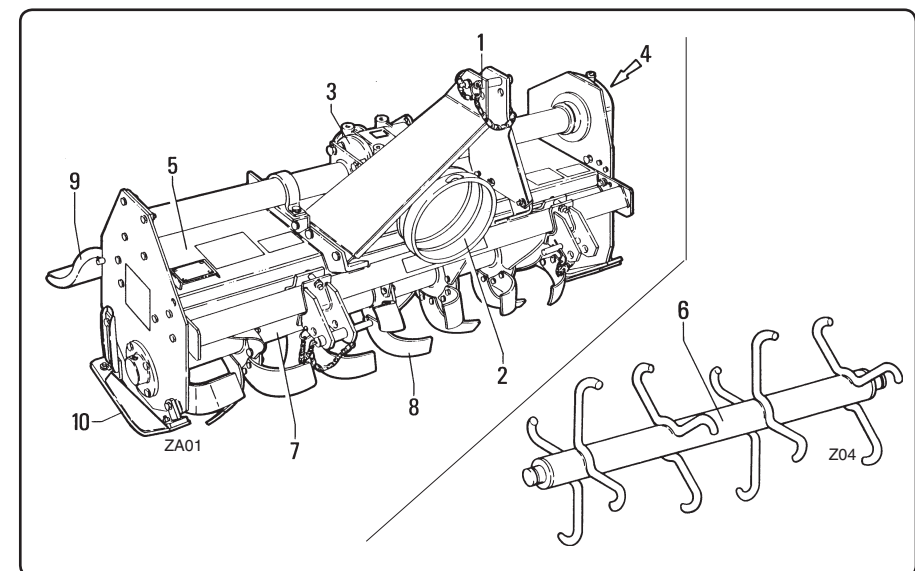

fig. 1.3.1
**Legenda parti principali fig. 1.3.1**